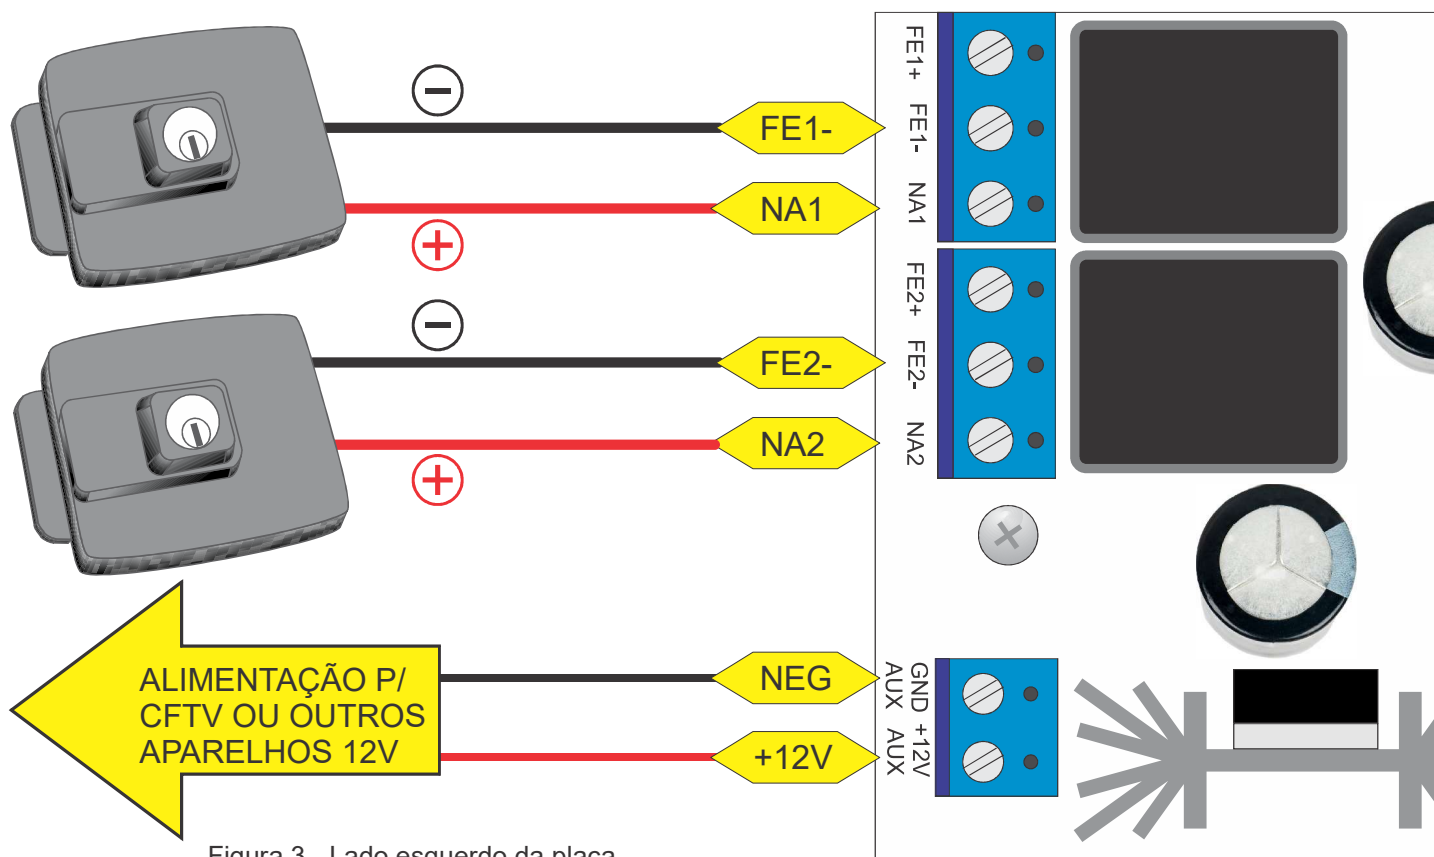

Figura 3 - Lado esquerdo da placa
Se o tempo de pulso padrão (0,5 seg) não for suficiente para acionar a fechadura, aumente para 1 segundo como descrito no item 3.1. Veja a instalação abaixo na figura 3.